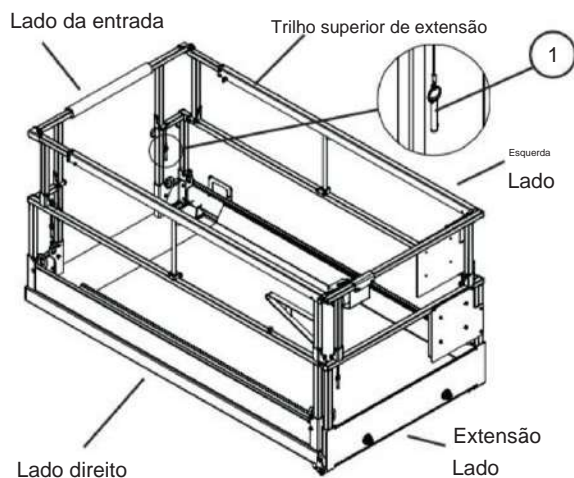

Figura 3-13a. Sistema de guarda-corpo dobrável
7. Levante cuidadosamente cada guarda-corpo e trave-a no lugar com os pinos de travamento, garantindo que a esfera de retenção de cada pino passe completamente. (Consulte a Figura 3-13a)